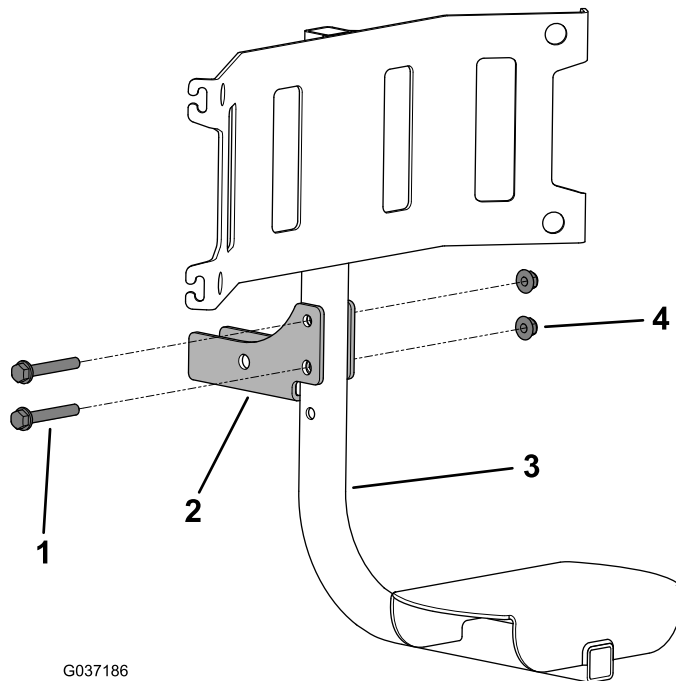

Figura 4
4. Instale un soporte pivotante en uno de los soportes de cubo de basura a la altura deseada usando 2 tornillos hexagonales con arandela prensada ($3/8'' \times 2\frac{1}{2}''$) y 2 tuercas con arandela prensada ($3/8''$), tal y como se muestra en Figura 4.